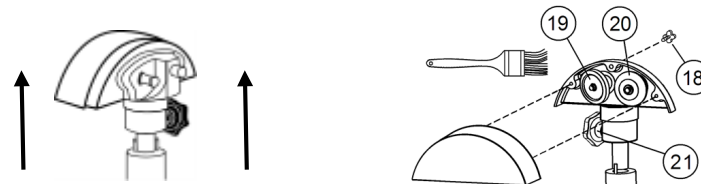

FIG 10. PASOS PARA DESENSAMBLAR EL AFILADOR
1. Para remover el sub-ensamble del afilador (13), afloje la perilla del afilador (21) y jale hacia arriba el sub-ensamble del afilador (Fig. 10)